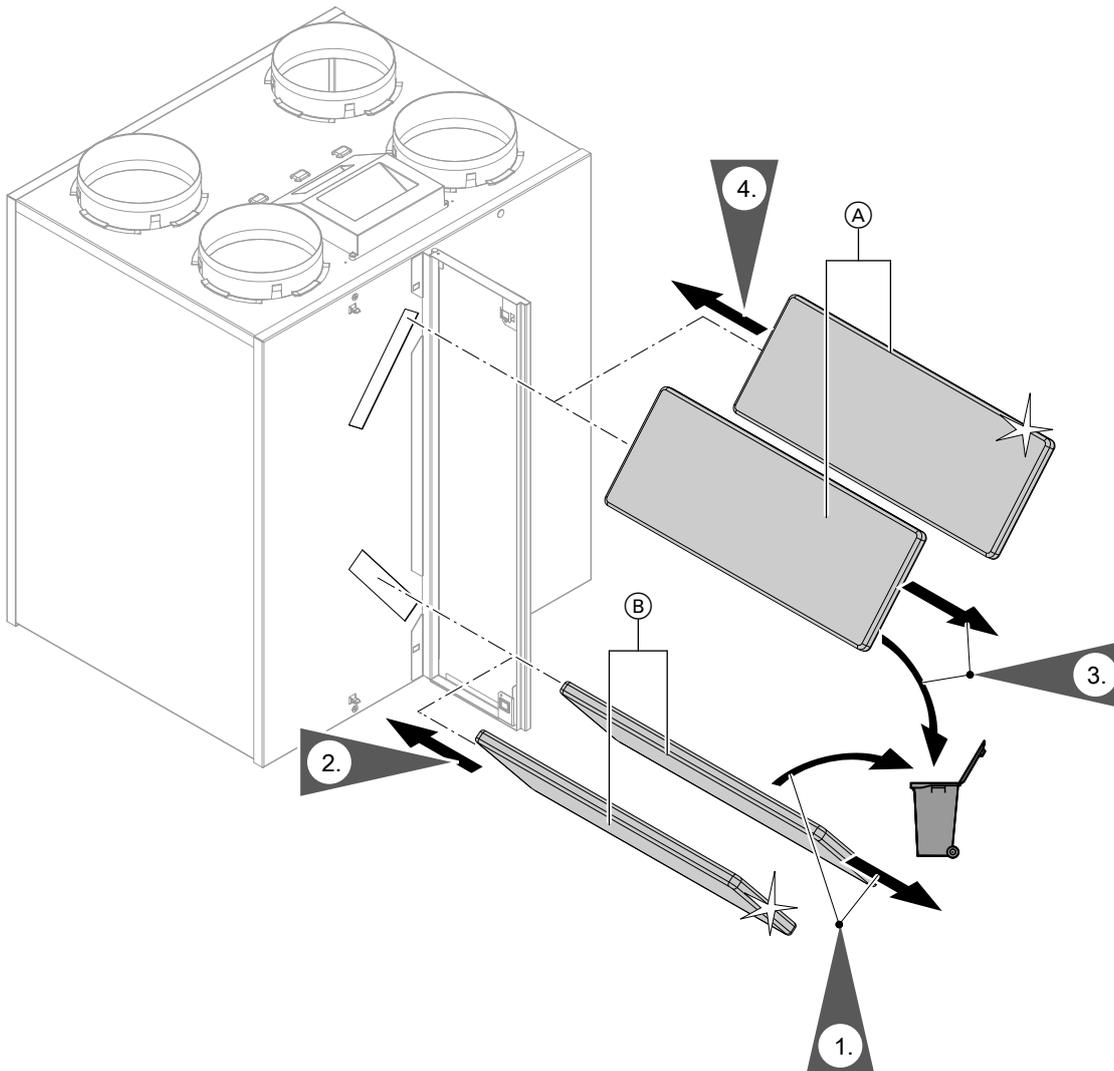

Abb. 11
1. Außenluft-, Abluftfilter und Gegenstrom-Wärmetauscher herausziehen (siehe Abb. 11 und 12).